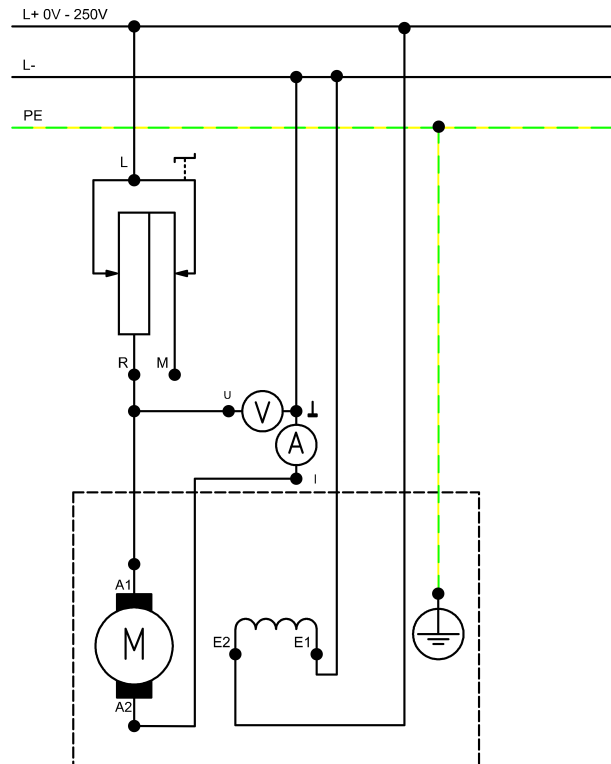

Abbildung 6: Schaltplan Gleichstromnebenschlussmotor mit geänderter Drehrichtung
- Schalten Sie den Motor aus und ändern Sie wie im Schaltplan (Abbildung 6) dargestellt die Polarität der Erregerspule!